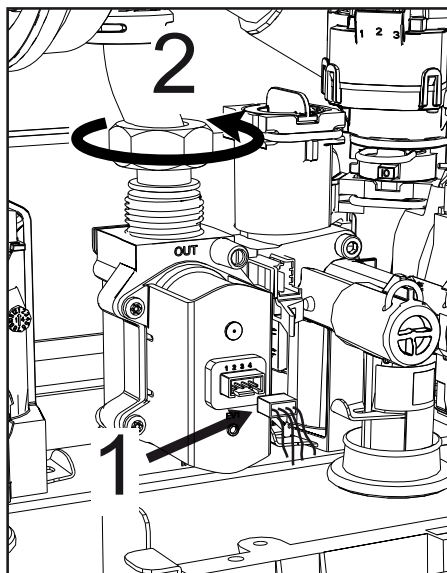

fig. 42
- Desconecte los conectores eléctricos "1" (fig. 42).
- Desconecte el tubo de entrada de gas "2" (fig. 42)